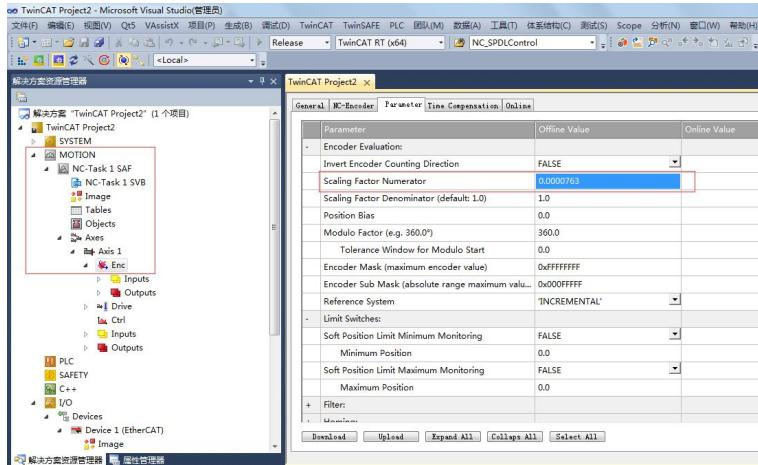

图 11
9、选择 TwinCAT 菜单重启到设置模式，设置每个指令脉冲对应的移动距离 Scaling Factor Numerator，TSVB 驱动器配绝对值编码器时默认的每转脉冲数是 131072，假设电机旋转一圈机械部件移动 10mm，Scaling Factor Numerator 设置为 $10/131072=0.0000763$ ，如图 11。